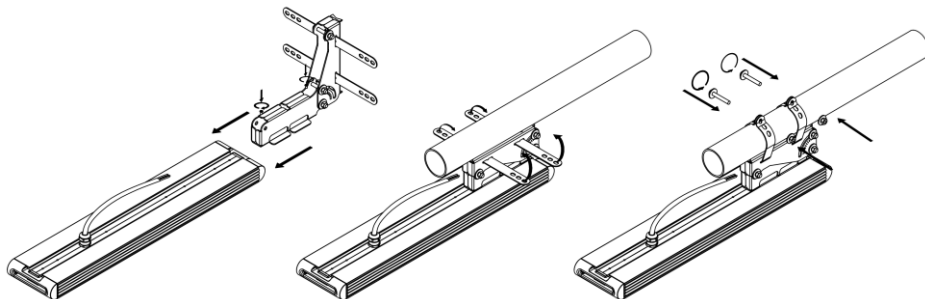

Рисунок 5 — Установка крепления Консоль с регулировкой (на примере Element 0,5x1).
5.4.2. Распакуйте крепление и установите на светильнике (см рисунок 5). Заведите крепление в паз на корпусе светильника. Для фиксации крепления на корпусе светильника имеются 2 отверстия. Совместите отверстия на креплении с отверстиями на корпусе. Шаг между винтами на креплении должен совпасть с шагом между винтами на корпусе. Вкрутите два винта M5, идущих в комплекте для фиксации крепления на корпусе светильника.
5.4.4. Обогните два хомута вокруг трубы (см. рисунок 5). Труба не должна упираться в гермоввод на корпусе светильника.